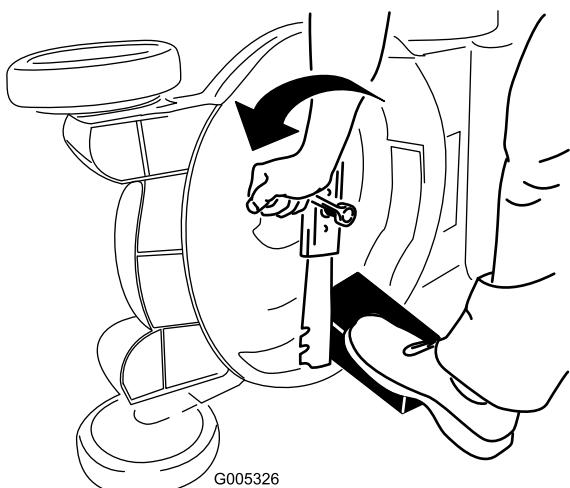

Figura 25
- Utilice un bloque de madera para immobilizar la cuchilla (Figura 25).
- Retire la cuchilla, conservando todos los herrajes de montaje (Figura 25).